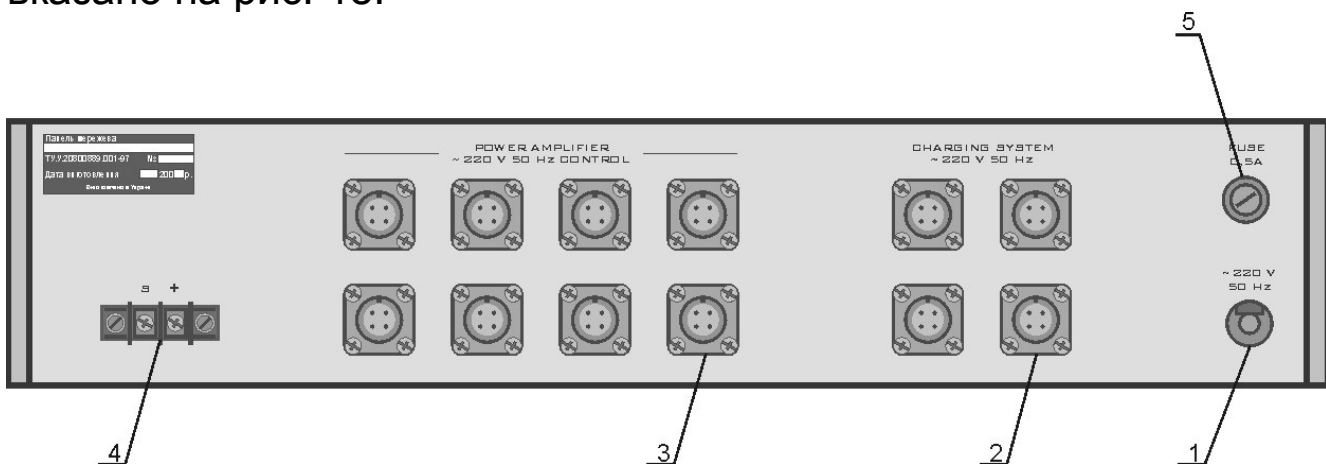

Рисунок 18
9.2.12. Розміщення клем на задній стінці панелі мережевої вказано на рис. 18.